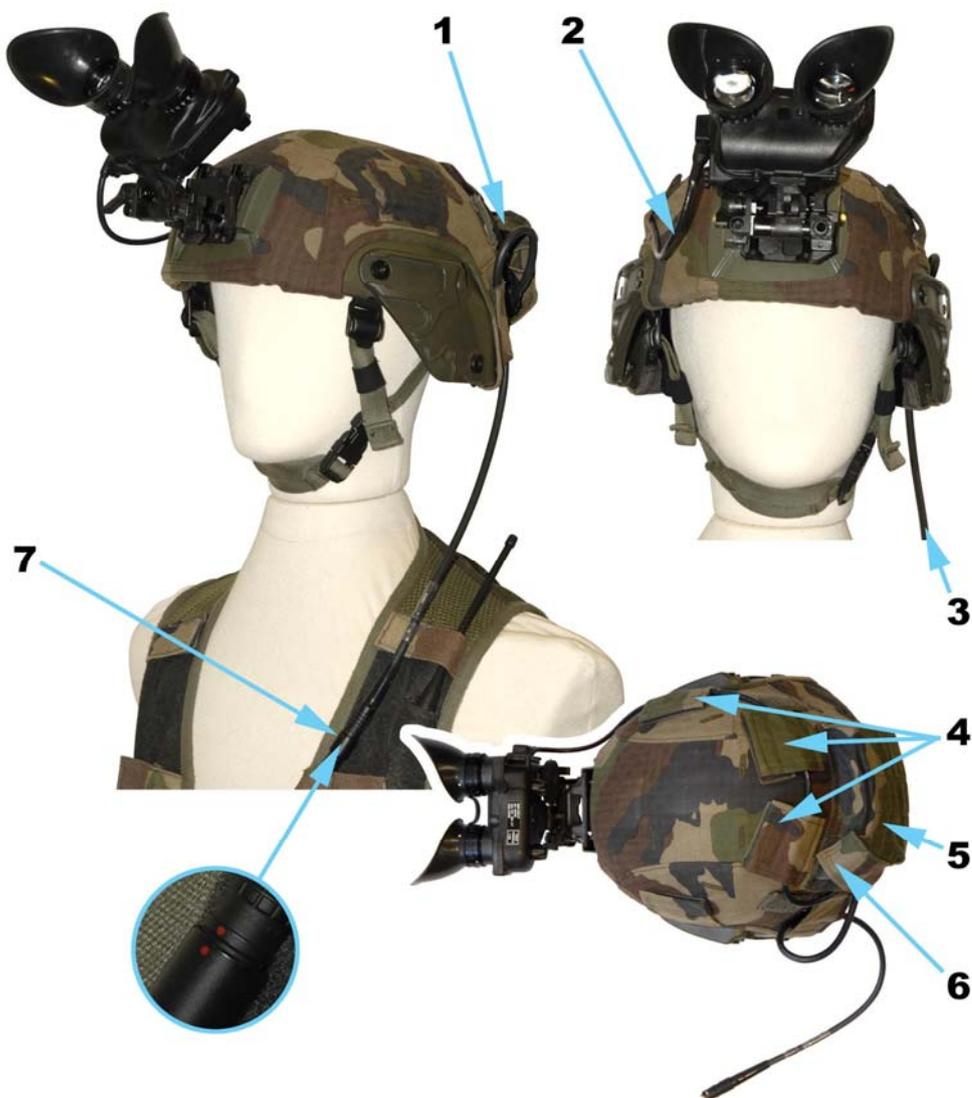

Fig. 1 : JVN FELIN montée sur casque et connectée au système
- Déconnecter le cordon W9 (3, Fig. 1) du connecteur (7, Fig. 1) du système FELIN, ouvrir le ruban auto-agrippant de maintien du gilet et dégager le cordon W9.
- Défaire les rubans auto-agrippant (4, Fig. 1) de maintien du cordon BAIE (2, Fig. 1) reliant la jumelle au BAIE situé sur le couvre-casque.
- Ouvrir la languette ruban auto-agrippant (6, Fig. 1) de la poche en tissu (5, Fig. 1) située à l'arrière du casque et sortir le BAIE (1, Fig. 1).
- Passer le cordon BAIE (2, Fig. 1) reliant la jumelle au BAIE dans les rubans auto-agrippant (4, Fig. 1) situés sur le couvre-casque.
- Glisser le BAIE (1, Fig. 1) à l'intérieur de la poche (5, Fig. 1) située à l'arrière du casque et fermer la languette ruban auto-agrippant (6, Fig. 1).
- Connecter le cordon W9 (3, Fig. 1) au connecteur (7, Fig. 1) du système FELIN (respecter l'orientation des connecteurs (repères « points rouges » alignés), positionner le cordon W9 dans le ruban auto-agrippant de maintien du gilet et fermer le ruban auto-agrippant.